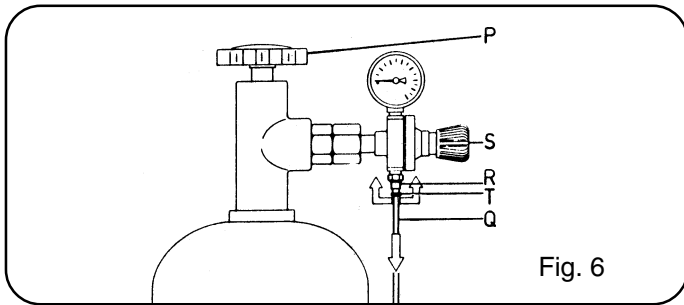

Fig. 6
8.2 BOMBOLE RICARICABILI (vedi fig.6)